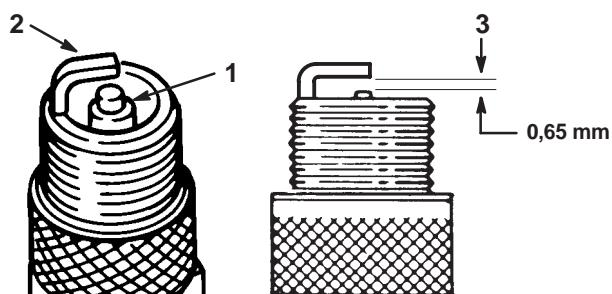

Bild 28
1. Sehen Sie sich die Mitte der Zündkerze(n) an (Bild 28). Wenn der Kerzenstein hellbraun oder grau ist, ist der Motor richtig eingestellt. Eine schwarze Schicht am Kerzenstein weist normalerweise auf einen schmutzigen Luftfilter hin.
2. Prüfen Sie den Abstand zwischen den mittleren und seitlichen Elektroden (Bild 28). Verbiegen Sie die seitliche Elektrode (Bild 28), wenn der Abstand nicht stimmt.